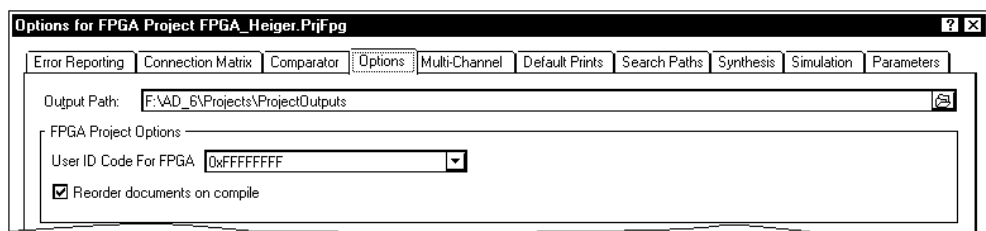

Рис. 7.17. Присвоение микросхеме ПЛИС индивидуального идентификационного кода
- ❑ Микросхеме ПЛИС можно присвоить индивидуальный идентификационный код. Для этого следует двойным щелчком левой кнопки мыши на имени проекта в поле **Nexus Core Components** активизировать диалог настройки опций FPGA-проекта и открыть вкладку **Options** (рис. 7.17).